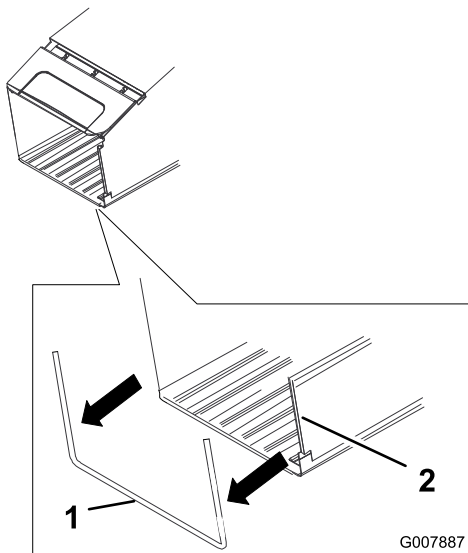

Figura 6
1. Conecte los dos canales laterales de la bolsa de recortes al bastidor, según se muestra en Figura 6.